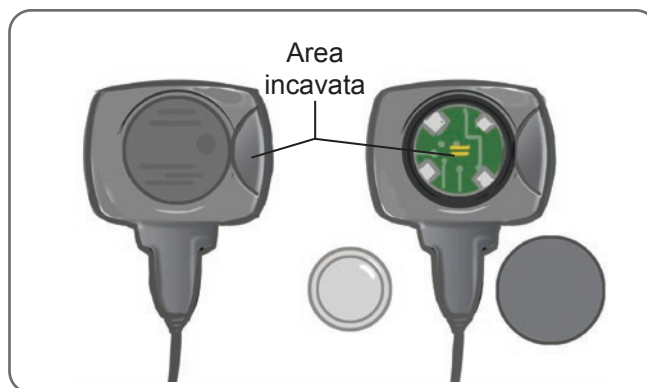

Figura 11-1: Sostituzione della batteria del sensore piede
1. Utilizzare l'incavo sul retro del sensore piede per spingere fuori il coperchio del vano batteria (Figura 11-1).